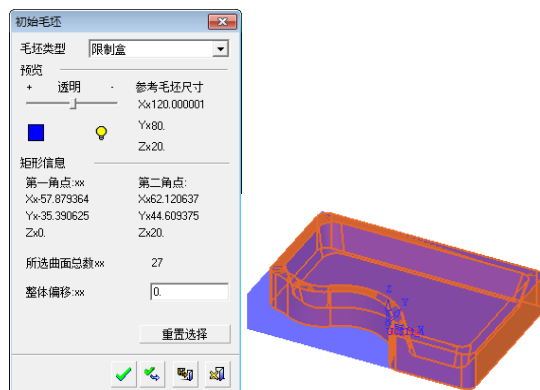

图 2-333 创建毛坯
5) 创建毛坯。单击“加工向导”工具栏上的“毛坯”按钮, 弹出“初始毛坯”对话框，设置“毛坯类型”为“限制盒”，如图 2-333 所示。单击确定按钮, 完成毛坯的创建。